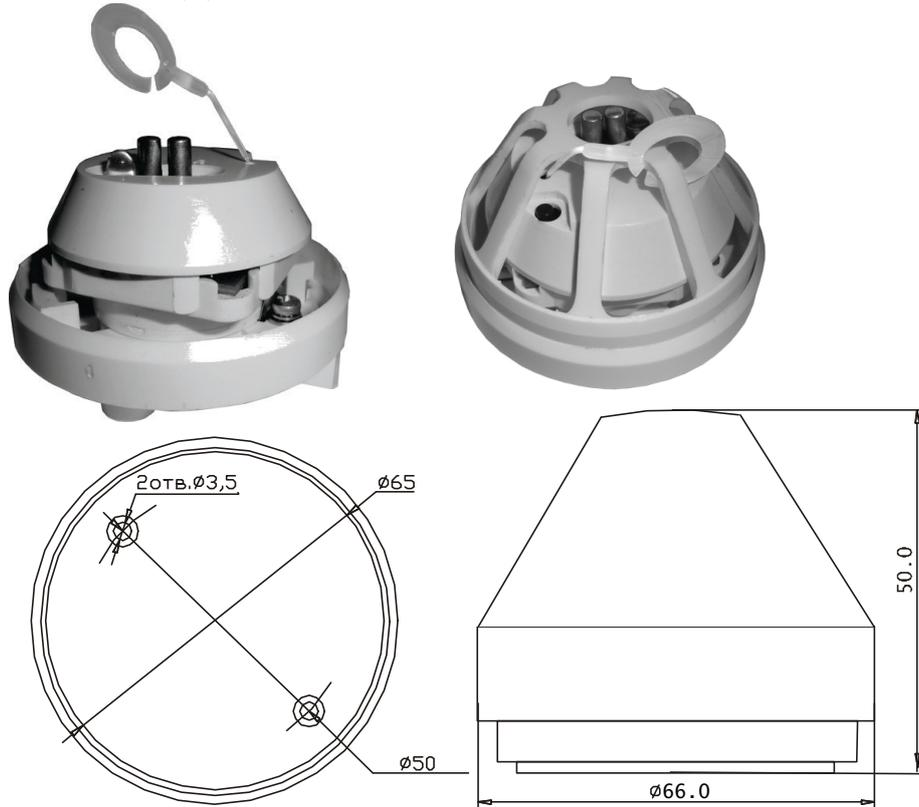

Рис. 1
6.1 Устройство устанавливается на потолках или других конструкциях охраняемых помещений согласно требованиям СП 484.1311500.2020. Площадь, контролируемая одним устройством, определяется согласно п.6.6.15 СП 484.1311500.2020. Габаритные и присоединительные размеры приведены на рис. 1.